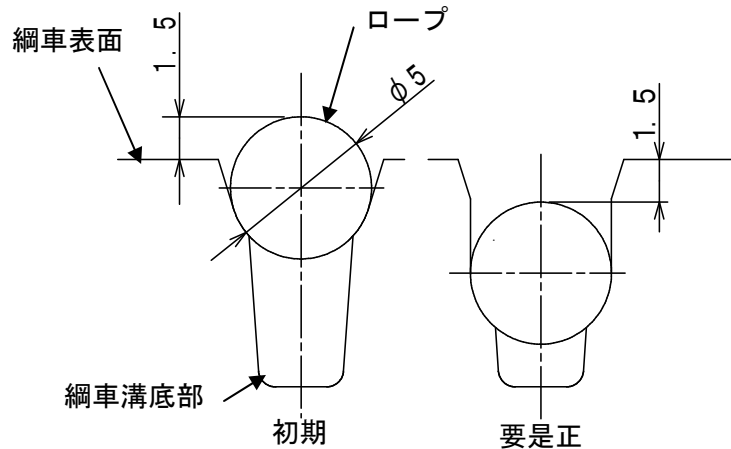

図3. 綱車の摩耗限界 (端板が灰色の場合)
- ・ 綱車に設置の端板が灰色の場合は綱車表面よりロープが1.5[mm]下がる前に交換してください。(図3)